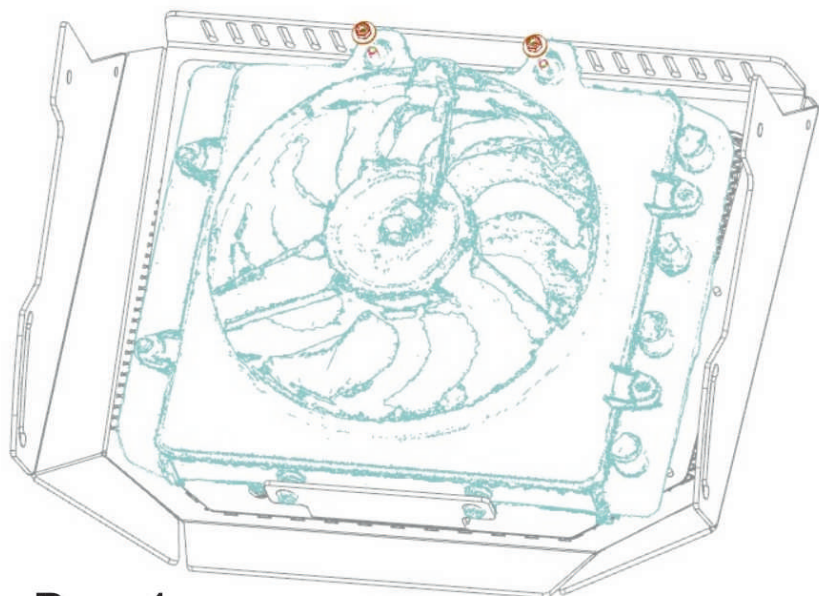

Рис. 4
2. Установить радиатор на внутреннюю часть экрана, вставив штыри с резиновыми уплотнениями в отверстия кронштейна поз. 4 (рис. 3). В верхней части закрепить винтами М6х80 поз. 13, через втулки поз. 10, гайками М6 поз. 17, шайбами поз. 19 (рис. 4).